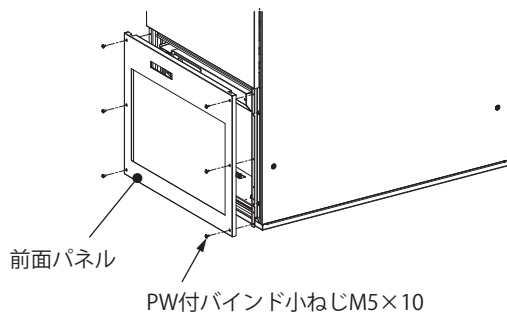

図28
- ②前面パネルのPW付バインド小ねじM5×10(6か所)を取り外し、前面パネルを取り外してください(図28)。